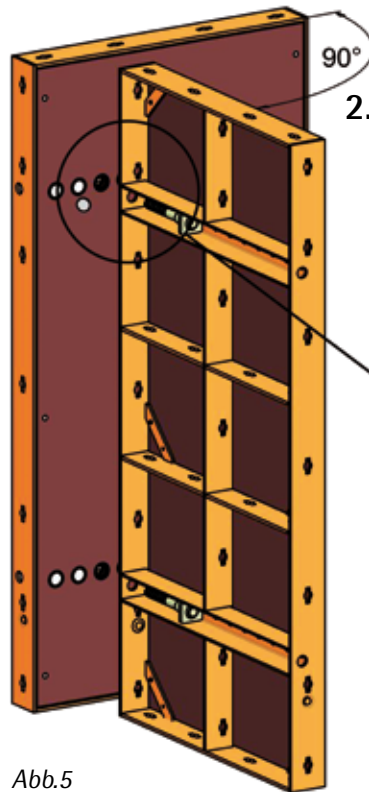

Abb.5
2. Schalungselemente unter einem Winkel von 90° bündig zusammenstellen (Abb. 5).